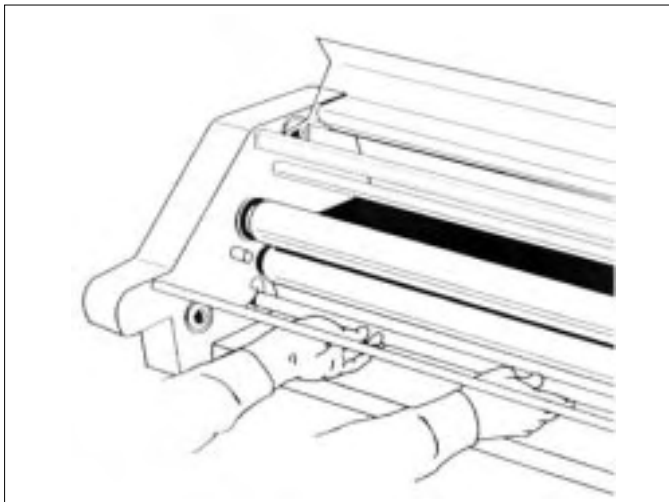
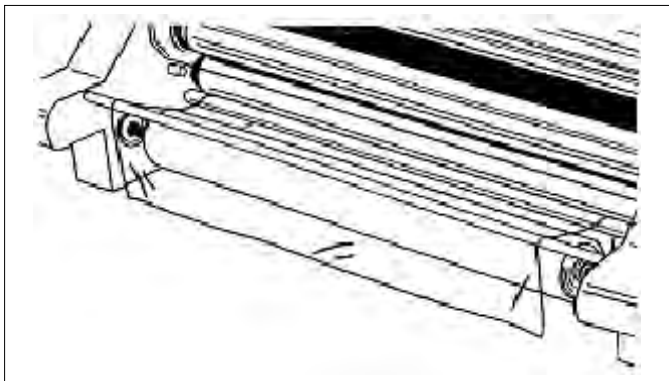
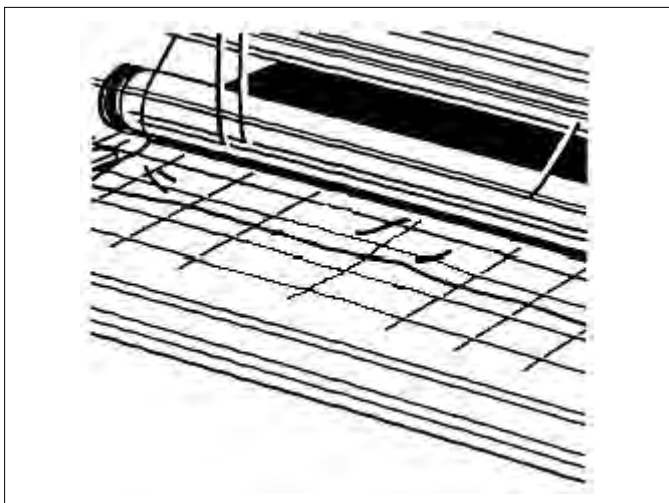

Fig. 15
Fig. 16
Fig. 17
9. Lower the bottom idler bar (Fig. 15).
10. Unroll 2 ft. (60 cm) of film. Push the leading edge under and around bottom film guide. Slide film guide back into place and drape film over the front support for the feed table (Fig. 16).
12. Unroll 2 ft. (60 cm) of film. Drape the film over the top idler bar and completely cover both heat rollers (Fig. 17).
9. Abbassare l'asta folle inferiore (fig. 15).
10. Svolgere 60 cm di film. Spingere il bordo di entrata sotto ed attorno all'asta folle inferiore. Infilare nuovamente la guida in posizione e lasciare cadere sul supporto anteriore del piano di alimentazione (fig. 16).
| <p>7. Die untere Folienwelle entfernen, indem diese nach rechts geschoben wird, bis das linke Ende der Welle die sechseckige Bremsnabe passiert hat. Die Sicherungsschraube am Sicherungsansatz auf der linken Seite der Welle lösen und den Ansatz entfernen. Die Welle teilweise aus dem Folienrohr herausziehen, dann so zurückstoßen, dass der linke Adapter heraus gestoßen wird. Die Welle vollständig herausziehen und das Rohr um 180 Grad drehen. Mit der Welle den verbleibenden Adapter heraus stoßen.</p> <p>8. Einen der Adapter auf der rechten Seite einer neuen Folienspule einführen und sicherstellen, dass die Folie von unten abrollt, wenn es sich um eine Poly-In Folie handelt und von oben bei einer Poly-Out Folie. Die Welle von der rechten Seite her in den Adapter und das Rohr einschieben. Den anderen Adapter auf die aus der linken Seite herausragenden Welle aufsetzen, dann den Sicherungsansatz wieder einsetzen und die Sicherungsschraube anziehen.</p> <p>9. Untere Leitstange senken (Abb. 15).</p> <p>10. 60 cm der Folie abrollen. Die Vorderkante unter und um die untere Folienführung herum führen. Die Folienführung wieder zurückschieben und die Folie über die vordere Abstützung des Anlegestisches hängen (Abb. 16).</p> <p>11. Die obere Folienspule aus dem Laminiergerät herausnehmen. Schritte 7 und 8 wiederholen und sicherstellen, dass Poly-In Folien von unten und Poly-Out Folien von oben abrollen, wenn die Welle wieder im Gerät eingesetzt ist.</p> <p>12. 60 cm der Folie abrollen und diese über die obere Leitstange hängen. Beide Heißwalzen sollten vollständig bedeckt sein (Abb. 17).</p> <p>13. Den Zufuhrbehälter unter die</p> | <p>7. Verwijder de onderste filmkoker door deze helemaal naar rechts te schuiven totdat het linker gedeelte van de koker vrijkomt uit de zeshoekige remnaaf. Draai de borgschroef van de linker steunkraag van de filmtoevoerrol los en schuif de kraag eraf. Trek de koker gedeeltelijk uit de filmbuis en duw hem er daarna weer in om de linker kernadapter eruit te tikken. Trek de koker helemaal uit de filmbuis en draai de buis 180 graden. Gebruik de koker om de andere kernadapter eruit te tikken.</p> <p>8. Schuif één kernadapter aan de rechterkant in de nieuwe filmrol en controleer of de film afrolt, van onderen bij Poly-In film en van boven bij Poly-Out film. Schuif de filmkoker vanaf de rechterkant in de kernadapter en de buis. Plaats de andere kernadapter op de koker zodat deze vanaf de linkerkant naar buiten steekt en zet daarna de steunkraag er weer op. Draai de borgschroef aan.</p> <p>9. Laat de onderste vrijlooprol zakken (afb. 15).</p> <p>10. Rol ongeveer 60 cm film af. Duw de voorste rand onder en rondom de onderste filmgeleider. Schuif de filmgeleider terug op zijn plaats en drapeer de film over de voorste steun van de invoertafel (afb. 16).</p> <p>11. Neem de bovenste filmtoevoerrol uit de laminator. Herhaal stappen 7 en 8 en zorg ervoor dat de film van onderen afrolt voor poly-in film en van boven voor poly-out film nadat de filmkoker is teruggeplaatst in de laminator.</p> <p>12. Rol ongeveer 60 cm film af. Drapeer de film over de bovenste vrijlooprol en bedek beide warmterollers volledig (afb. 17).</p> | <p>7. Retirez l'axe de film inférieur en faisant glisser l'axe vers la droite jusqu'à ce que le côté gauche de l'axe libère le moyeu de frein hexagonal. Desserrez la vis de gauche retenant le collier de fixation sur l'axe et faites glisser le collier pour le dégager. Sortez partiellement l'axe du tube de film, puis repoussez-le pour dégager l'adaptateur de mandrin gauche. Tirez complètement l'axe et faites tourner le tube de 180 degrés. Utilisez l'axe pour dégager l'adaptateur de mandrin restant.</p> <p>8. Insérez un des adaptateurs de mandrin dans le côté droit d'une nouvelle bobine de film en vous assurant que la bobine se déroule du bas pour du film « Poly-In » ou du haut pour du film « Poly-Out ». Glissez, par la droite, l'axe de chargement de bobine dans l'adaptateur de mandrin et le tube. Placez l'autre adaptateur de mandrin sur l'axe sortant du côté gauche, puis remplacez le collier de fixation. Resserrez la vis de fixation.</p> <p>9. Abaissez la barre de transfert inférieure (Fig. 15).</p> <p>10. Déroulez 60 cm de film. Poussez le bord du film sous et autour du guide de film inférieur. Remettez le guide de film en place et drapez le film sur le support avant de la table d'alimentation (Fig. 16).</p> <p>11. Retirez le rouleau d'alimentation supérieur de la plastifieuse. Répétez les étapes 7 et 8 ci-dessus en vous assurant que le film se déroule du bas pour le film poly-in et du haut pour le film poly-out après que l'axe de bobine de film ait été remis en place.</p> <p>12. Déroulez 60 cm de film. Passez le film au-dessus de la barre de transfert supérieure et couvrez complètement les deux rouleaux chauffants (Fig. 17).</p> | <p>7. Quite el eje inferior para película deslizando el eje hacia la derecha hasta sacar el extremo izquierdo del eje de la campana de freno con forma hexagonal. Afloje el tornillo de fijación a la izquierda, sosteniendo el collar del eje del suministro de película, y deslice el collar para sacarlo. Jale el eje para sacarlo parcialmente del tubo de película y después reinsértela para hacer salir el adaptador de núcleo de la izquierda. Jale el eje hasta sacarlo completamente y gire el tubo 180 grados. Use el eje para extraer el otro adaptador de núcleo.</p> <p>8. Deslice uno de los adaptadores de núcleo hacia el lado derecho del nuevo rollo de película, asegurándose de que la película se desenrolle desde la parte inferior de la película Poly-In y desde la parte superior de la película Poly-Out. Deslice el eje de la película hacia el adaptador de núcleo y tubo desde el lado derecho. Coloque el otro adaptador de núcleo en el eje que sobresale desde el lado izquierdo y después coloque nuevamente el collar de retención. Apriete el tornillo de fijación.</p> <p>9. Baje la barra intermedia inferior (Fig. 15).</p> <p>10. Desenrolle 60 cm de película. Empuje el borde delantero debajo del tope de alineamiento de película inferior y alrededor de este tope. Deslice nuevamente la barra de alineamiento de película hasta colocarla en su lugar y haga pasar la película sobre el soporte frontal para la bandeja de alimentación (Fig. 16).</p> <p>11. Quite el rollo de película superior del laminador. Repita los pasos 7 y 8 asegurándose de que la película se desenrolle desde abajo con la película Poly-In y desde arriba con la película Poly-Out, después de colocar nuevamente el eje para la película en el laminador.</p> <p>12. Desenrolle 60 cm de película. Haga pasar la película sobre la barra intermedia superior y cubra completamente ambos rodillos térmicos (Fig. 17).</p> |
- (fig. 17).